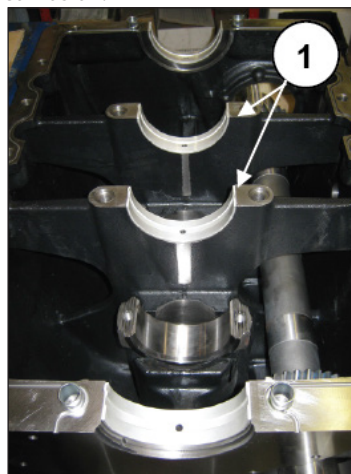
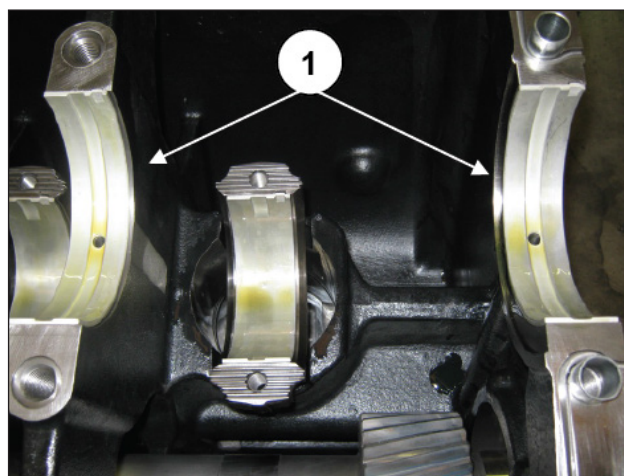

Fig. 37
Fig. 38
Maintenir les demi-coussinets de palier (rep. ①, Fig. 37 et Fig. 38) dans les logements du carter avant pour éviter toute confusion.